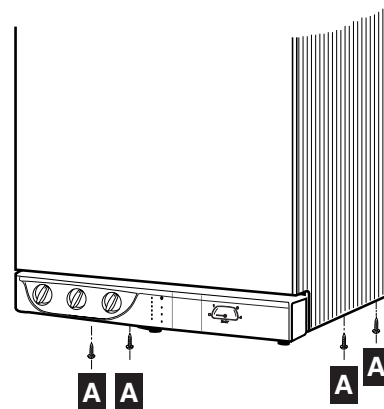

Fig. 21
- visser les 4 vis **A** de fixation de l'habillage, situées en partie inférieure (fig. 21).